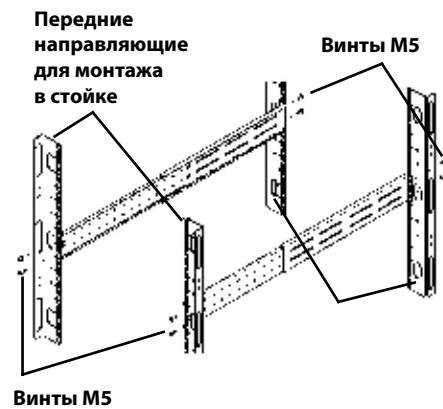

Рис. 10: Порядок установки заднего и переднего элементов на каждом кронштейне в сборе
3. Установите задний элемент каждого кронштейна в сборе в корпус стойки и закрепите с помощью винтов М5, входящих в комплект поставки (см. рис. 10). Борты с загнутой кромкой на кронштейне в сборе крепятся ко внутренней стороне монтажных направляющих стойки. Наживите винты в верхнем и нижнем отверстиях борта с загнутой кромкой на заднем элементе.